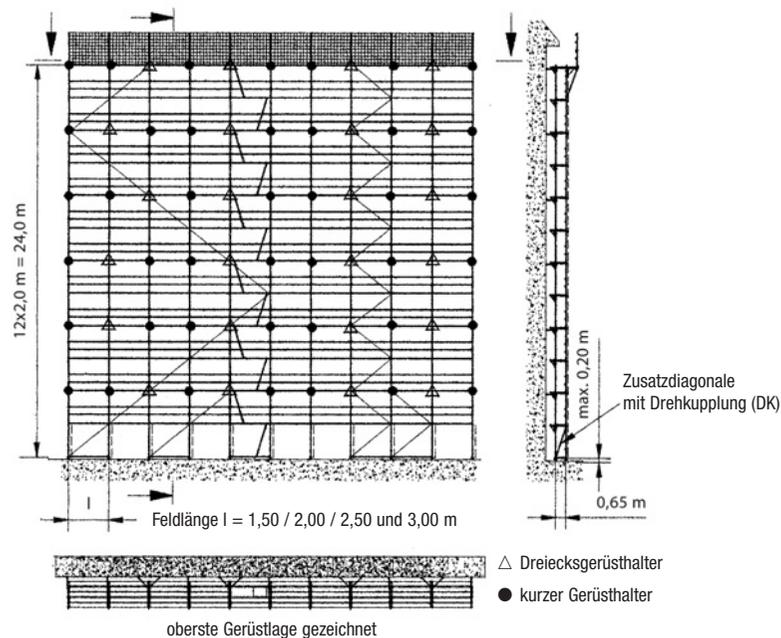

Bild 36
- Vertikaldiagonalen: In erster Vertikalrahmenebene ist eine Zusatzdiagonale mit Drehkupplungen (DK) Angeschlossen
**Hinweis:** weiterer Aufbau wie in Bild 36 dargestellt und auf Seite 44 beschrieben